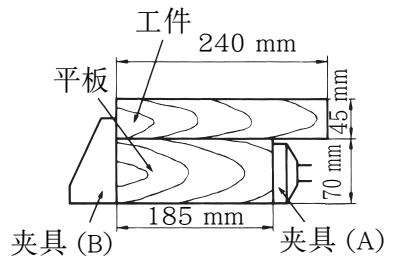

图 10
- (1) 图 10 表示在 0 度处锯割宽材料时的尺寸。使用如图所示的平板，可锯割最大尺寸为 240 mm（宽）× 45 mm（高）的宽工件。